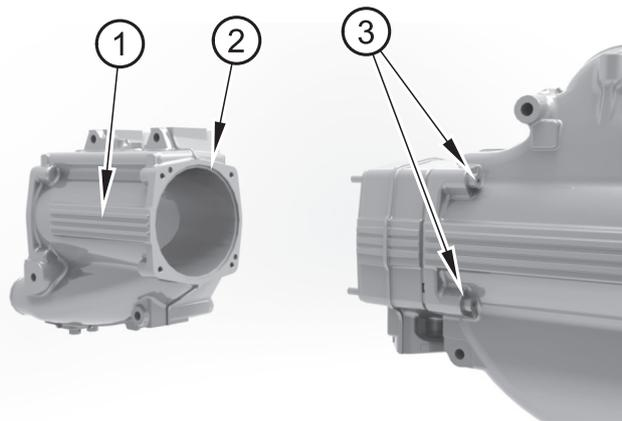

Abbildung 20
2. Lösen Sie die Schrauben (Abbildung 20, Nummer 3) und nehmen Sie die den Körper des Wärmetauschers (Nummer 1) ab. Entfernen Sie die O-Ring-Dichtung (Nummer 2).